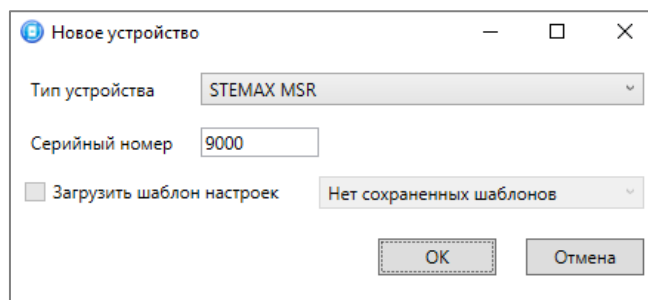

Рисунок 4.4 — Окно *Новое устройство*
- В открывшемся окне *Новое устройство* (см. рисунок 4.4) задайте необходимые параметры и нажмите кнопку *ОК*: